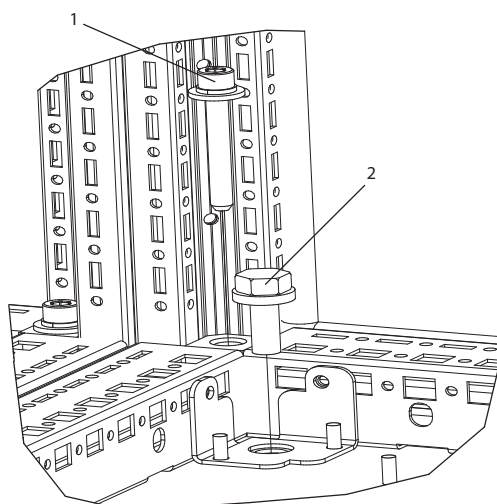

Bild 5.30 Detaljbild av fästeanordningens placering
2. Montera varje bult (M8x60 mm) med en låsbricka och en planbricka genom kapslingen till det gängade hålet i botten. Montera fyra bultar per apparatskåp. Mer information finns i Bild 5.30.
3. Montera varje bult (M10x30 mm) med en låsbricka och en planbricka genom bottenplattan till det gängade hålet i botten. Montera fyra bultar per apparatskåp. Mer information finns i Bild 5.30.
Tabell 5.24 Teckenförklaring till Bild 5.30